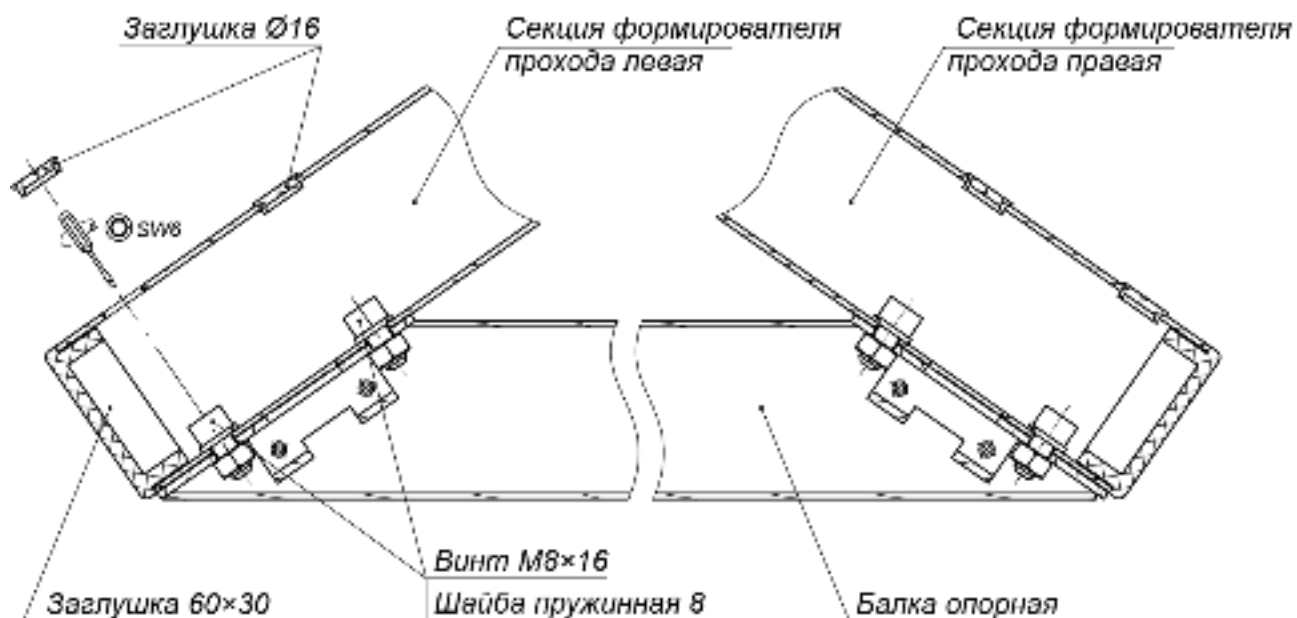
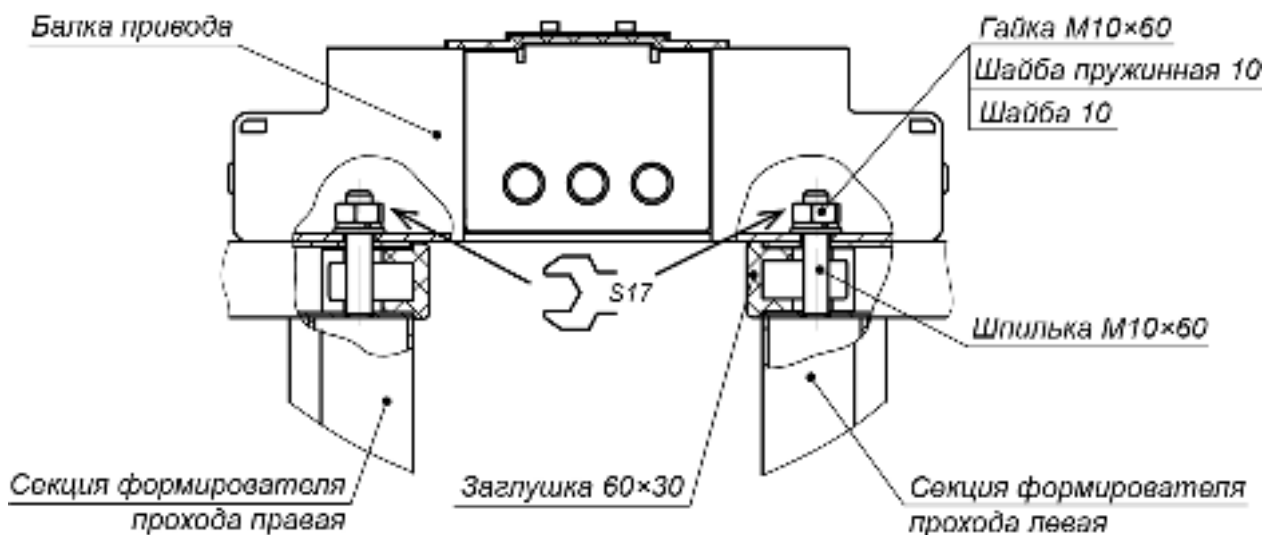

Рисунок 15. Крепление балки опорной к секциям формователя прохода
Рисунок 16. Крепление балки привода к секциям формователя прохода
- Установите секции (6) формирователей прохода на установочную поверхность, ориентируя отверстия в опорных фланцах по расположению анкеров. При этом левая и правая секции каждого ИУ турникета должны быть правильно выставлены и сориентированы: блоки индикации формирователей должны быть развернуты наружу (см. рис. 2) и учтено расположение на секциях мест крепления опорной балки (см. рис. 15).
14. Установите балки опорные (7) на секции (6) формирователей прохода, каждую в следующем порядке (см. рис. 15):
15. Распакуйте балку привода (9) с крышкой (10) (ящик №1).
16. Произведите монтаж балки привода (9) (работайте вдвоем!):
- Снимите крышку (10) с балки привода (см. разд. 0).
- Используя две стремянки, осторожно установите балку сверху на турникет, при этом шпильки, расположенные на секциях (6) формирователей прохода, должны попасть в соответствующие отверстия в балке. Будьте внимательны – не повредите соединительные кабели!
- Придерживая балку, осторожно приподнимите ее с одной стороны и пропустите концы кабелей индикации (14) из балки опорной (7) в соответствующие отверстия балки привода. Временно закрепите их внутри балки (к примеру, с помощью скотча). Те же самые действия произведите с другой стороны балки.
- Закрепите балку привода на секциях (6) формирователя прохода четырьмя гайками М10 с шайбами (см. рис. 16), накрутив их на шпильки с помощью торцового ключа S17. Затяжка гаек предварительная, для возможности регулировки положения.
- Проверьте вертикальность положения ротора с помощью уровня. При необходимости устраните отклонение от вертикальности путем смещения балки привода (9) в пределах допуска монтажных отверстий. Окончательно затяните все гайки и винты крепления балки привода.
20. Закройте пластиковыми заглушками Ø16 отверстия для винтов соединения секций ротора (2) и отверстия крепления балки опорной (7) к секциям (6) формователя прохода (см. рис. 15 и 19).